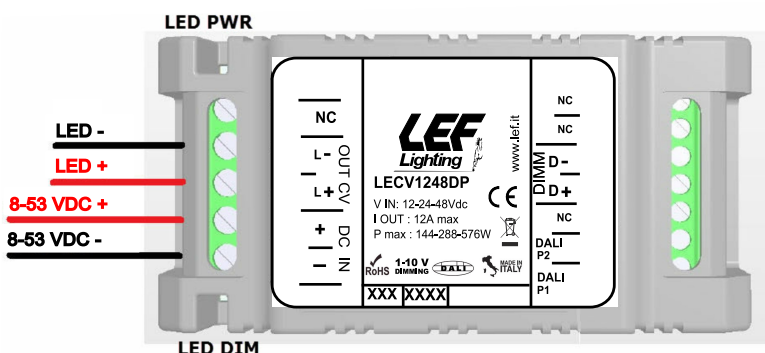

Fig.1
- Il dimmer LECV1248DP deve essere alimentato secondo la polarità indicata in Fig. 1 attraverso i morsetti DC IN (+ e -).